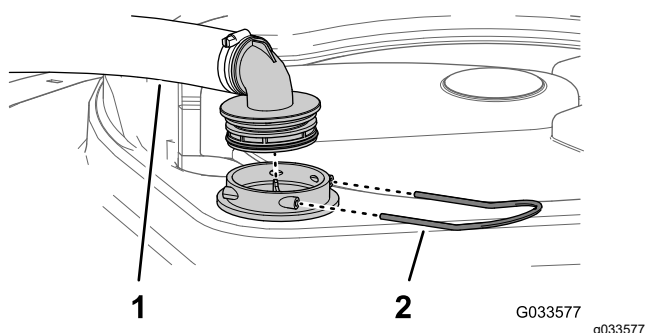

Figure 144
2. Au sommet de la cuve du pulvérisateur, retirez l'étrier qui fixe le raccord de flexible sur le grand flexible et le logement du filtre (Figure 144).
3. Retirez le flexible et le raccord du logement du filtre (Figure 144).